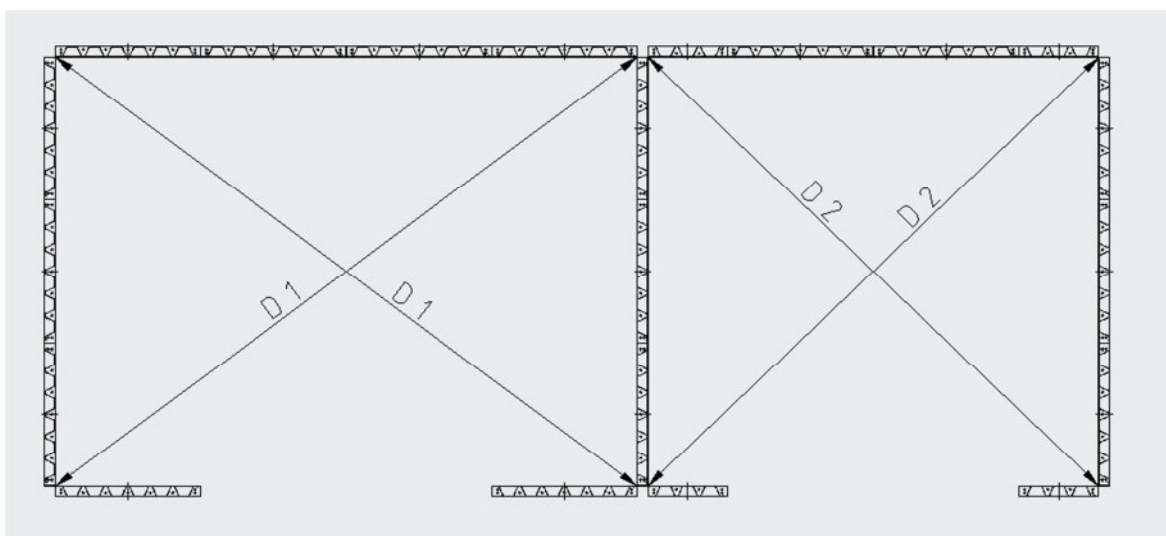

Bild 11 Maß- und Winkelkontrolle diagonal
- 3.2.2 Auf Bodenplatte Silo- Innenkonturen einmessen und anreissen. Dabei über die Kontrolle der Diagonalen die rechten Winkel der Anlage sicherstellen (siehe Bild 11).